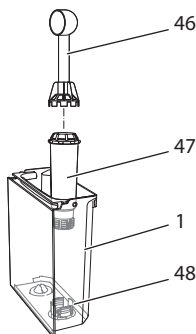

Fig. 25: *Iskruning/udskruning af vandfilter*
- Fjern vandfilteret, når maskinen opfordrer hertil (se Fig.25, side 214).